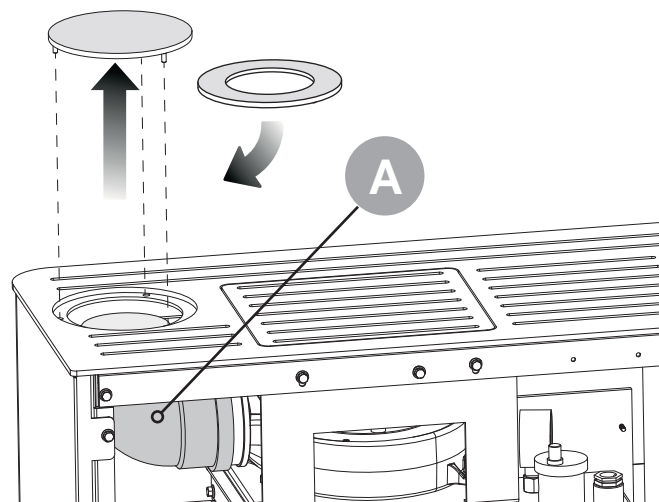

fig. 5.11
5.7.3 Collegamento all'uscita fumi (fig 5.11)
È possibile collegare la stufa al sistema fumario, posteriormente oppure superiormente semplicemente ruotando la curva di uscita (fig. 5.11 -A-). Si raccomanda di fissare la curva al ventilatore con una vite (5.13 r/s).